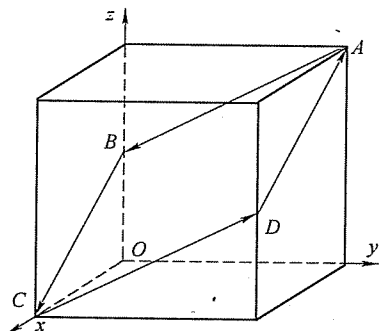

图 27-1 第二题第 1 小题图
1. 写出图 27-1 所示立方晶胞中  $ABCD$  面的晶面指数, 以及  $AB$ 、 $BC$ 、 $CD$ 、 $DA$  各晶向的晶向指数。